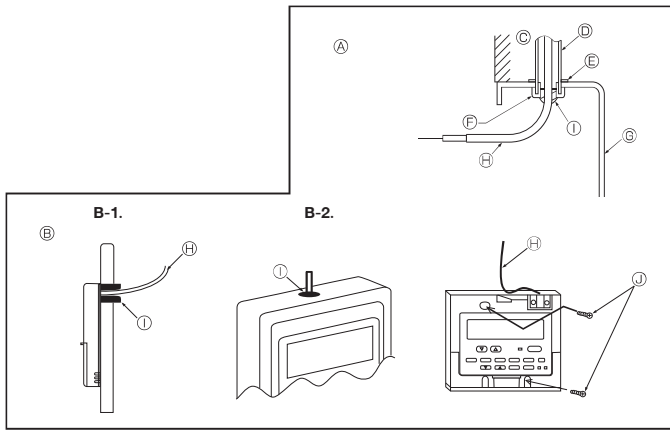

Fig. 6-3
(2) ปิดช่องสอดสายรีโมทคอนโทรลด้วยปูนฉาบ เพื่อป้องกันหยดน้ำค้าง น้ำ แผลงสาบหรือหนอน (Fig. 6-3)